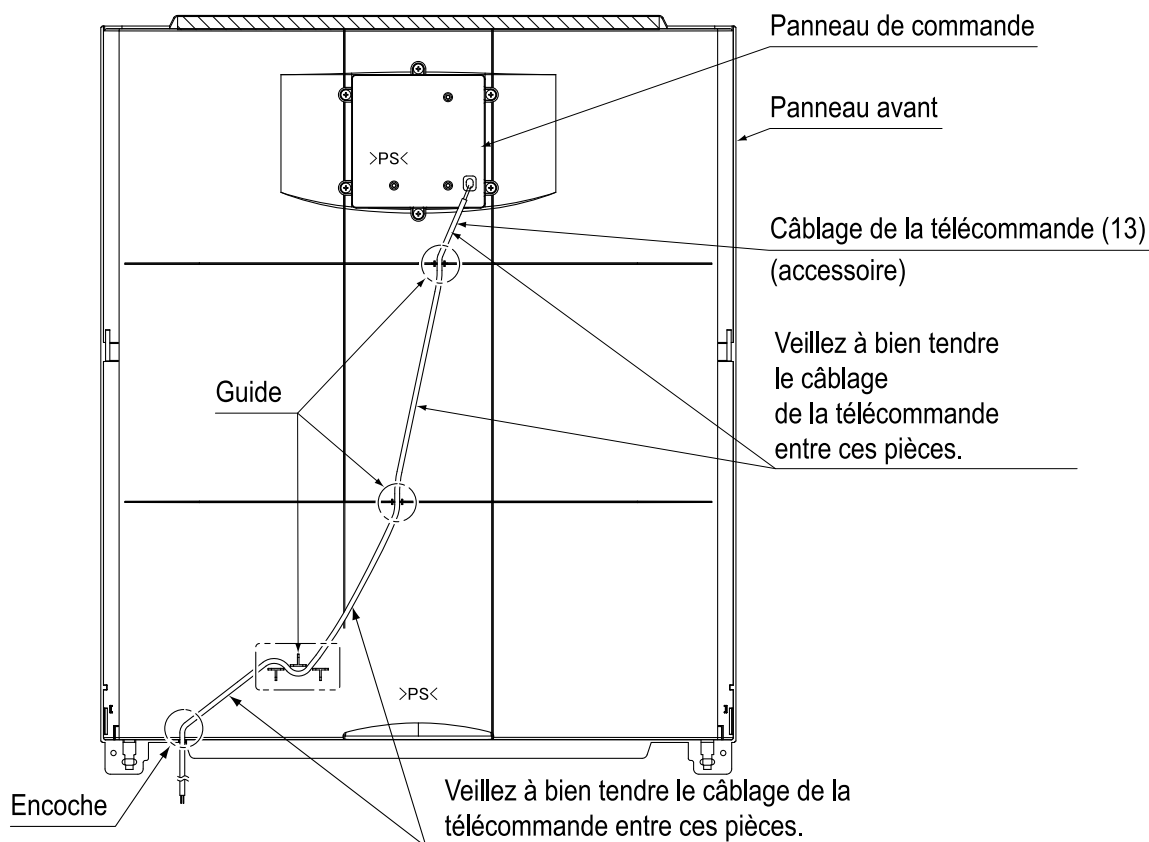

Fig. 27
**4. Fixez le câblage de la télécommande dans le guide et l'encoche (reportez-vous à la fig. 27).**